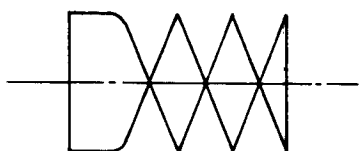

Fig. 3-7
- I. Turn the screw on top of the supply-side guide roller clockwise using the wrench and adjust so that the envelope of the supply side has a parallel section (Fig. 3-7).
- I. 入側ガイド・ローラーの頭部のネジを二股レンチにより右に回し、エンベロープの入側に平行部が発生する様に調整する。(図 3-7)